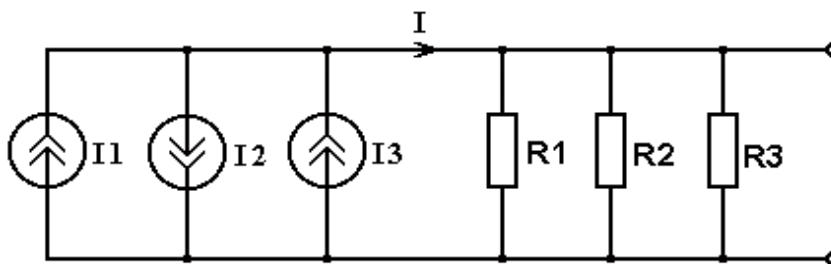

Рисунок 1.16
1. Представим исходную схему (рисунок 1.5) в следующем виде (рисунок 1.16)
3. Три источника тока (рисунок 1.16) можно заменить одним, ток которого равен $I_3 = I = 5 \text{ мА.}$